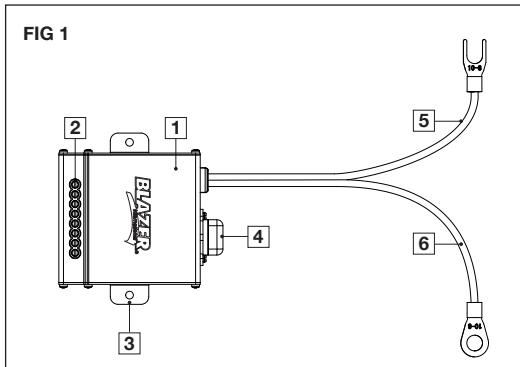

FIG 1
9. Fixez en place les lumières/équipement auxiliaires, en respectant la polarité des bornes et en vous assurant de ne pas excéder l'ampérage maximum des canaux (ampérage indiqué sur le système et en accord avec l'ampérage indiqué sur le contrôle à distance pour chacun des blocs de bornes). Voir **FIG 1**